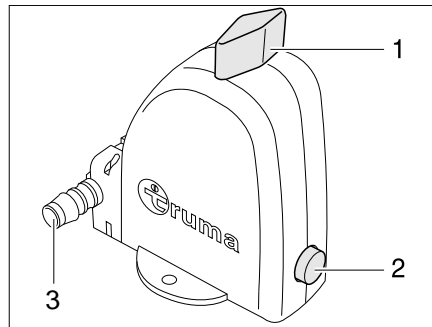

Bild 309 Sicherheits-/Ablassventil des Boilers - Stellung Betrieb
Der Boiler ist mit einem Sicherheits-/Ablassventil (Bild 309) ausgestattet. Das Sicherheits-/Ablassventil verhindert, dass das Wasser im Boiler einfriert, wenn bei Frost die Heizung nicht eingeschaltet ist.
- ▷ Der Entleerungsstutzen (Bild 309,3) des Sicherheits-/Ablassventils muss immer frei von Verschmutzungen (z. B. Laub, Eis) sein.
- Drehknopf (Bild 309,1) 90° längs zum Sicherheits-/Ablassventil drehen. Der Druckknopf (Bild 309,2) springt heraus. Der Boiler wird über den Entleerungsstutzen (Bild 309,3) des Sicherheits-/Ablassventils nach außen entleert.
- Drehknopf (Bild 309,1) 90° quer zum Sicherheits-/Ablassventil drehen.
- Druckknopf (Bild 309,2) eindrücken.